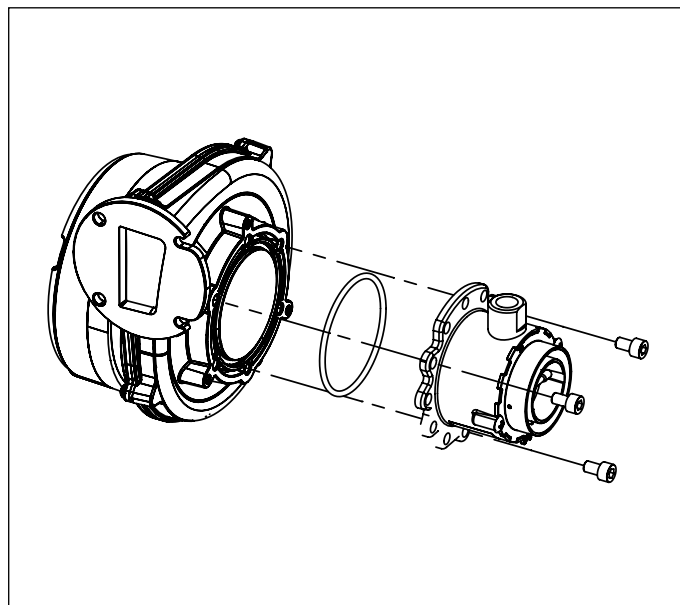

Fig. 33 Mélangeur
- Retirer le mélangeur en desserrant les trois vis à tête hexagonale (voir Fig. 33 Mélangeur).